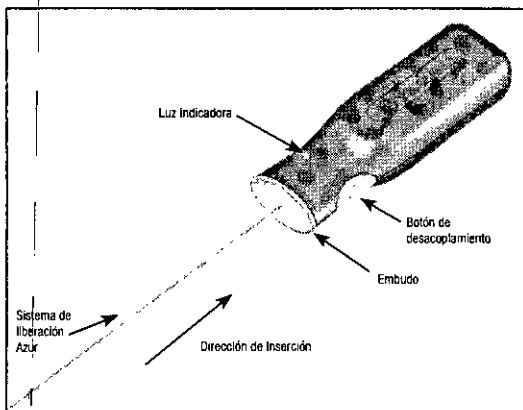

Figura 2 - Controlador del desacoplamiento Azul
14. Antes de utilizar el dispositivo, saque el extremo proximal del sistema de liberación del aro dispensador. Tenga cuidado de no contaminar este extremo del sistema de liberación con sustancias extrañas, como sangre o medio de contraste. Introduzca firmemente el extremo proximal del sistema de liberación en la parte en forma de embudo del controlador del desacoplamiento Azul. Véa la figura 2. **No presione todavía el botón de desacoplamiento.**
34. Conecte el extremo proximal del sistema de liberación al controlador del desacoplamiento Azur introduciendo firmemente el extremo proximal del sistema de liberación en la parte en forma de embudo del controlador del desacoplamiento Azur. Vea la figura 2.